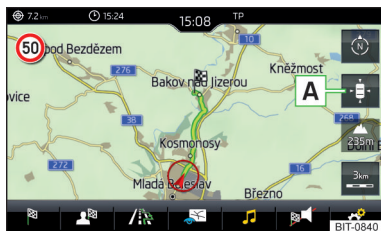

Fig. 198
- Para el **centrado del mapa**, pulsar la superficie funcional   » fig. 198.